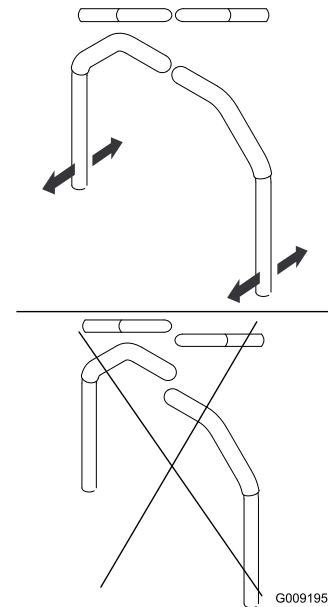

Figura 84
4. Alinee las palancas en el sentido adelante/atrás acercándolas a la posición de PUNTO MUERTO, y moviéndolas hasta que estén alineadas; luego apriete los pernos (Figura 84).